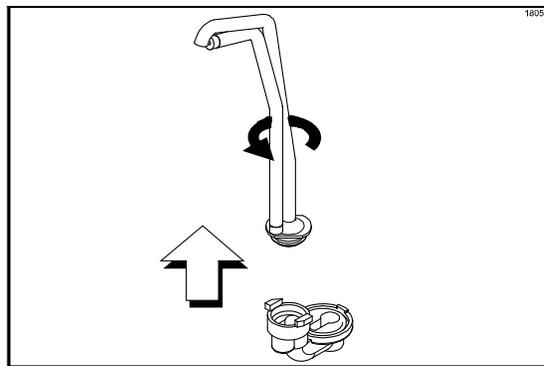

図80
12. ディスチャージチューブを時計と反対方向に回してバルブ本体から外します(図80を参照)。